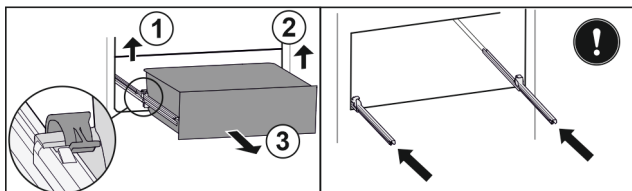

Fig. 125
- Підняти лівий затискач і одночасно висувний ящик ліворуч потягнути вперед. Fig. 125 (1)
- Підняти правий затискач і одночасно висувний ящик праворуч потягнути вперед. Fig. 125 (2)
- Вийняти висувний ящик рухом вперед. Fig. 125 (3)